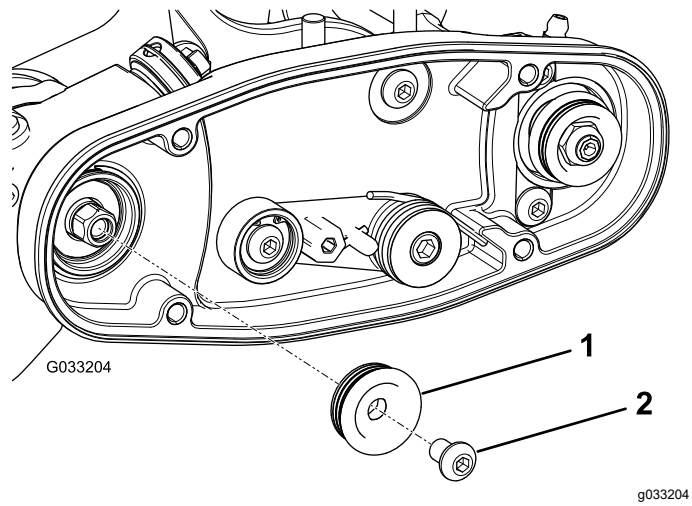

图 11
- 把驱动皮带轮安装到疏草刀轴上 图 11。
- 为六角驱动螺栓涂抹 242 乐泰胶蓝色并使用该螺栓将皮带轮固定到驱动轴上请参阅 图 11。